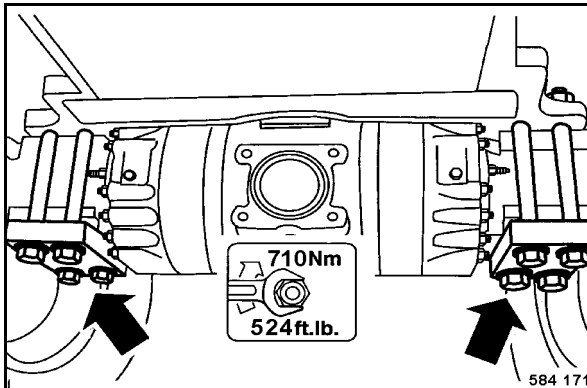

fig. 168
- Vérifier le serrage de tous les écrous de fixation des boulons de maintien des essieux (fig. 168).